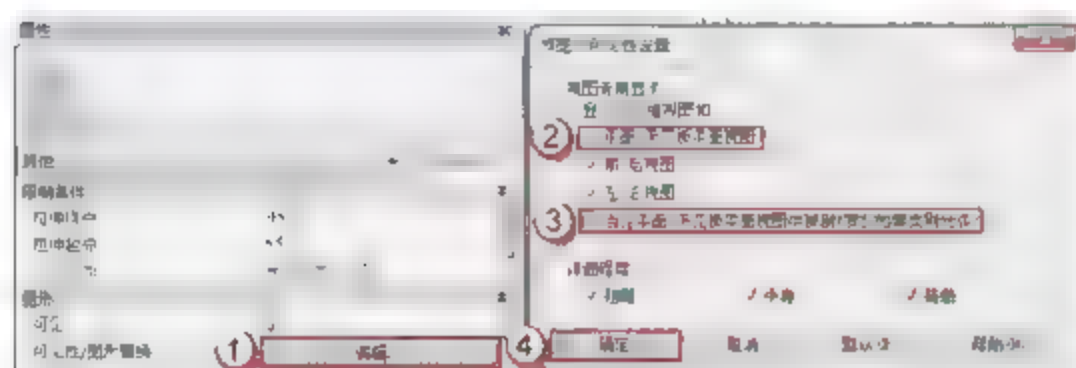

图 6.3.75 修改 MC2934 转角窗户窗框的可见性
(31) 修改MC2934窗窗框的可见性。在MC2934窗窗框的“属性”面板中,单击“图形”栏“可见性/图形替换”后的“编辑”按钮,弹出“族图元可见性设置”对话框,取消“平面/天花板平面视图”和“当在平面/天花板平面视图中被剖切时(如果类别允许)”复选框的选择,单击“确定”按钮,如图6.3.75所示。
(32) 添加MC2934转角窗窗框材质。选择MC2934窗窗框,在MC2934窗窗框的“属